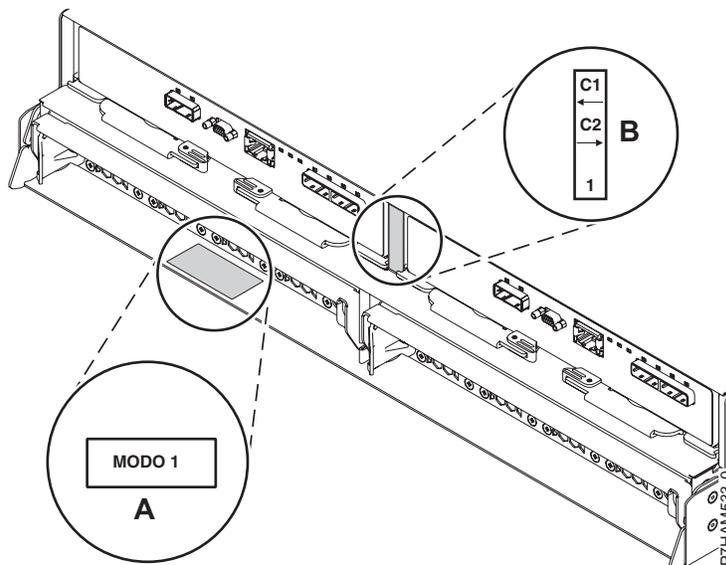

Figura 33. Ubicaciones de las etiquetas indicadoras de la modalidad situadas en la parte posterior del alojamiento de unidades de disco 5887
2. Compruebe la modalidad establecida en fábrica para el alojamiento de unidades de disco 5887 utilizando la información impresa en las etiquetas situadas en la parte posterior del alojamiento. Las etiquetas están adheridas al estante inferior izquierdo del chasis (**A**) y al soporte central situado entre los módulos del gestor de servicios de alojamiento (ESM) (**B**). Las etiquetas indican si el alojamiento está establecido en la modalidad 1, la modalidad 2 o la modalidad 4, tal como se muestra en la Figura 33.